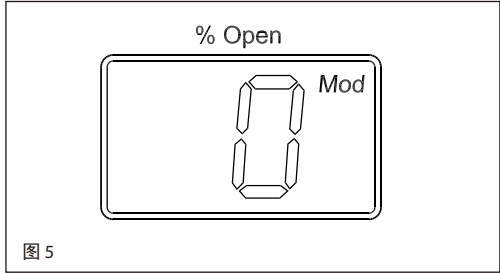

图 5
■ 常规的开度 (OD) 会显示 ICM 阀门 0-100% 的开度值。如果 20 秒内都没有碰触按钮，也将显示开度 (见图 5)